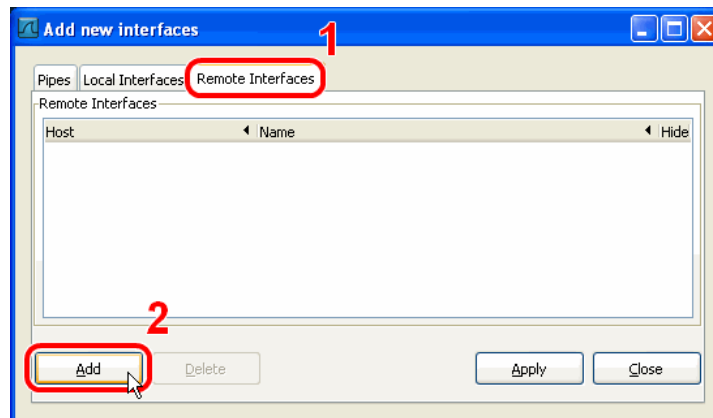

Abbildung 163: Wireshark Add New Interfaces Dialog.
3. Wählen Sie den Reiter **Remote Interfaces** und klicken Sie **Add** wie in Abbildung 163 gezeigt wird.